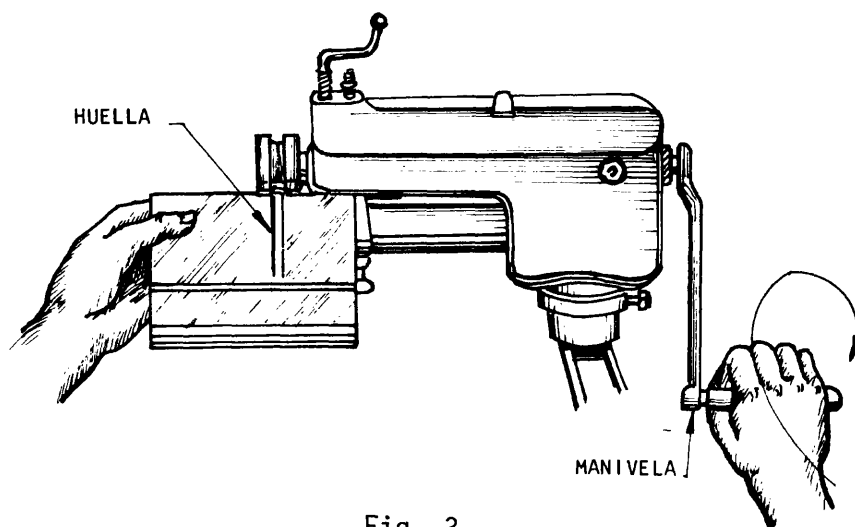

Fig. 3
- ___ c Inicie la huella del bordoneado, haciendo girar la manivela con una mano, mientras con la otra sostiene la pieza y la acompaña en su movimiento (fig. 3).